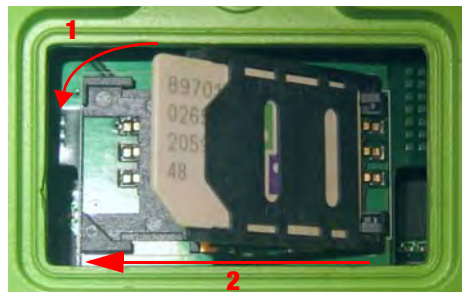

Рисунок 2-2. Установка первой SIM-карты
5. Закройте держатель (Рис. 2-2).
6. Переведите держатель SIM-карты в положение LOCK (закрыто). Убедитесь, что он плотно закрылся (Рис. 2-2).